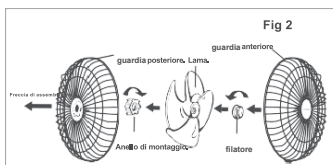

Fig 3
- 2- Osservare la direzione dei perni della base e montare la Tubo sulla base e assicurarsi che i perni guida della base entrino nei fori della Tubo come nella Fig.3 assicurarsi che la Tubo sia correttamente assemblata e non si possa più girare e fissare con la Vite di montaggio della base & il Disco Metallico Perforato.